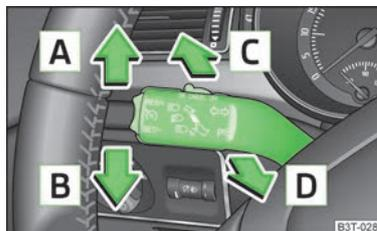

Abb. 36
- › Den Hebel nach oben **A** » Abb. 36 bzw. nach unten **B** drücken.